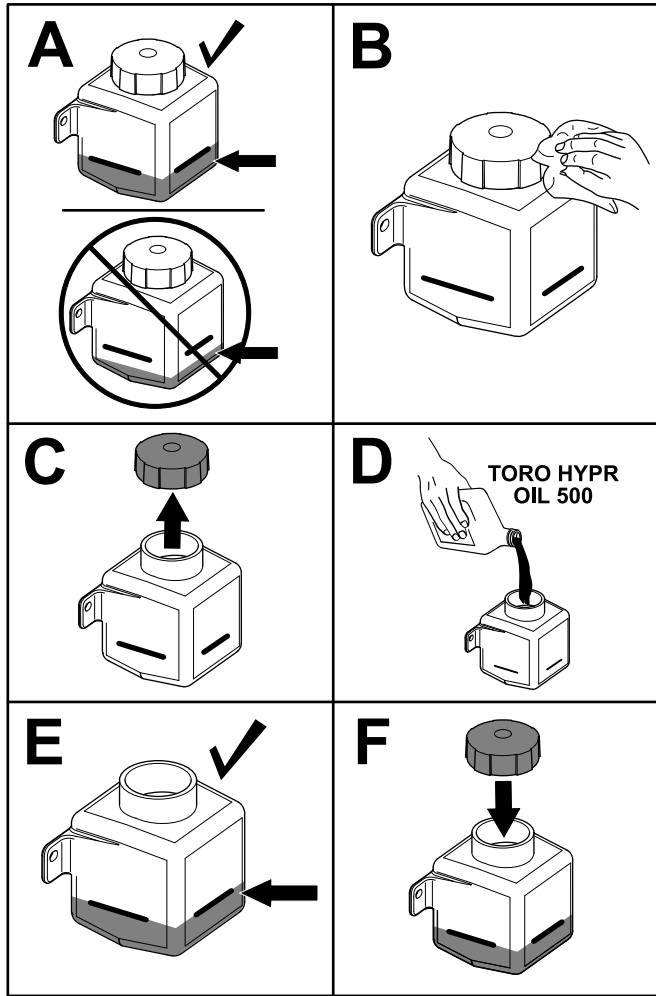

Bild 61
4. Überprüfen Sie den Ölstand auf der Seite des Hydraulikbehälters (Bild 61). Fahren Sie fort, bis der Stand unter dem kalten Füllstand ist.
5. Reinigen Sie den Bereich um den Deckel des Hydraulikbehälters (Bild 61).
6. Nehmen Sie den Deckel vom Füllstutzen ab und füllen Sie Öl nach, bis es den kalten Füllstand erreicht (Bild 61).
7. Setzen Sie den Deckel auf den Behälter auf (Bild 61).